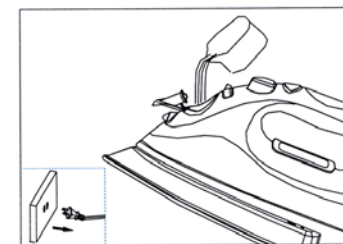

Fig.1
1. Ouvrez le clapet d'entrée d'eau. En penchant légèrement le fer, versez lentement de l'eau dans le clapet. (Fig. 1) Remplissez le réservoir au niveau désiré ou jusqu'à la marque « MAX » en utilisant le flacon de remplissage. (Lorsque le fer est à la verticale, le réservoir transparent permet de voir la quantité d'eau.) **NE remplissez PAS trop le réservoir.** Lorsque vous avez terminé le remplissage, fermez le clapet avant de continuer.